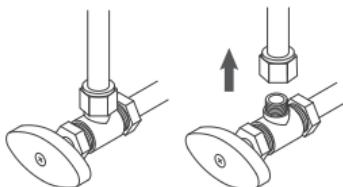

Figure 2
2. Fermez l'arrivée d'eau. Retirez le tuyau du robinet. (Figure 2)